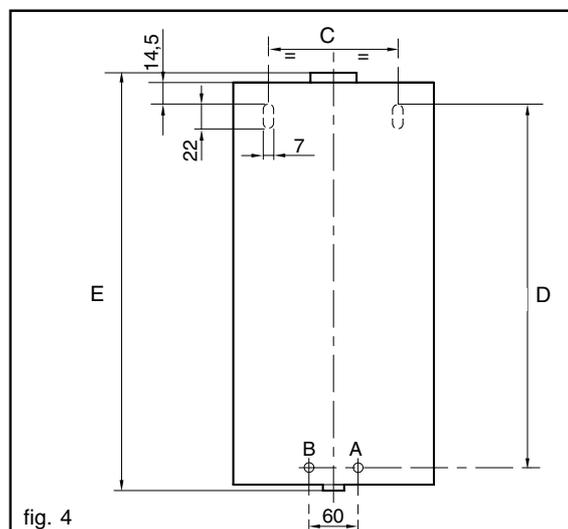

fig. 4
- No encerrarlo herméticamente dentro de un mueble ya que debe disponer del suficiente flujo de aire (fig. 4.)
- En la fig. 4 se indican las cotas del aparato para fijarlo a la pared.